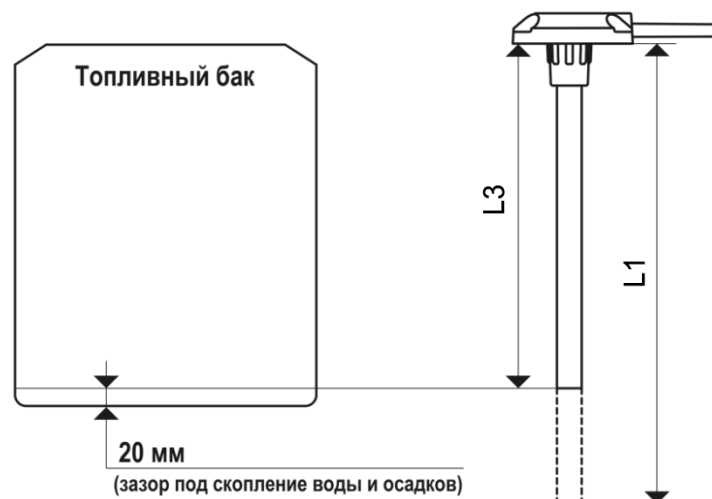

Рис. 5- Обрезка измерительной части изделия
- 3) Отрезать ножовкой длину $L3$ изделия таким образом, чтобы линия среза была строго перпендикулярна продольной оси изделия (Рис.5).